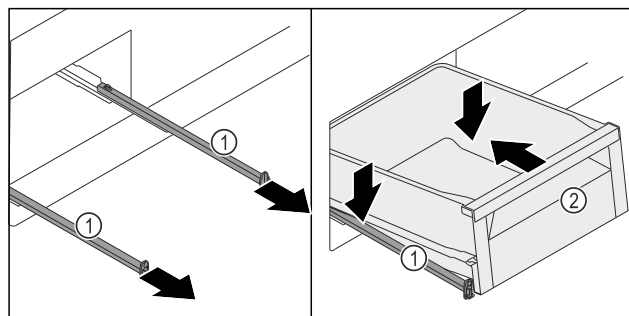

Fig. 126
- Rails Fig. 126 (1) uittrekken.
- Rails Fig. 126 (1) vasthouden en schuiflade Fig. 126 (2) schuin van bovenaf op de rails Fig. 126 (1) plaatsen.
- Schuifvak Fig. 126 (2) op de rails Fig. 126 (1) tot aan de aanslag naar achteren schuiven.